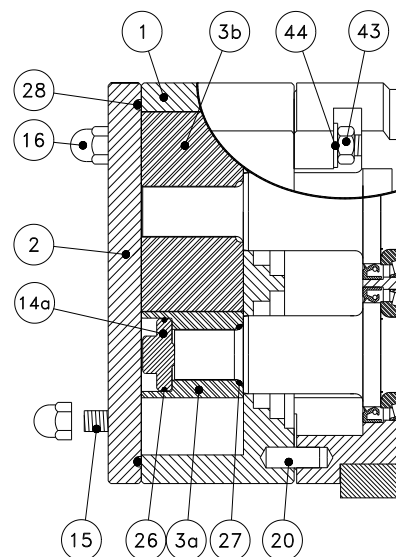

Figura 4.4.1
Afloje las **Tuercas de perno** (artículo 43 en la Figura 4.4.1). Quite la **Carcasa del rotor** tirando de los puertos o golpeando suavemente con un mazó de hule. No balancee la **Carcasa del rotor** hacia adelante y hacia atrás excesivamente. Se pueden romper los sellos. Los **Anillos retenes del cierre**, los **Pernos**, las **Caras del cierre estacionario** y las **Juntas tóricas del cierre estacionario** saldrán junto con la **Carcasa del rotor**. Desatornille los **Pernos** para quitar los **Anillos retenes del cierre**, las **Caras del cierre estacionario** y las **Juntas tóricas del cierre estacionario**. Deslice las **Caras del cierre giratorio** y las **Juntas tóricas del cierre giratorio** hacia afuera de los ejes. Para evitar daños, maneje y guarde las **Caras del cierre estacionario** y las **Caras del cierre giratorio** sueltas de manera que sus superficies de sellado empalmadas no sufran rasguños. Si no van a ser reemplazados, los **Collarines de accionamiento** pueden permanecer en los ejes, de lo contrario afloje los tornillos y deslicelos hacia afuera de los ejes. La serie UNIBLOC-PD 500 puede usar manguitos, consulte el borrador de la sección 4.4.4.1.
Quite las **Juntas tóricas de eje** (artículo 27 en la Figura 4.4.1) localizadas detrás de las estrías del eje. Use dos desarmadores largos de cabeza plana a 180° de separado para apalancar el **Manguito del eje** hacia afuera de la **Carcasa del rotor**. Use la navaja o el desarmador de cabeza plana afilado para quitar la **Cara del cierre giratorio** del **Manguito del eje**. Quite la **Cara del cierre giratorio** del **Anillo retén del cierre** con la mano.
Coloque la **Junta tórica del cierre giratorio** en el lado escalonado de la **Cara del cierre giratorio** y lubrique. Mientras alinea las ranuras de los pasadores de la **Cara del cierre giratorio** con los pasadores del manguito del eje, oprima con la mano la **Cara del cierre giratorio** sobre el **Manguito del eje** hasta que asiente totalmente. Lubrique la **Junta tórica del manguito del eje** localizado en el diámetro interno del **Manguito del eje**. Al alinear las ranuras de los pasadores en el **Manguito del eje** con los pasadores en el eje (artículo 90 en la Figura 4.4.1), oprima con la mano el Manguito del eje (con el cierre giratorio instalado) uniformemente hasta que asiente y se pueda sentir la tensión del resorte. La tensión del resorte debe ajustarse con la instalación del rotor en el eje.
Desconecte la tubería de enjugado de las **Carcasas de enjugado**. Afloje los tornillos del **Collarín de accionamiento** con una llave Allen en los hoyos del puerto de la carcasa de enjugado. Afloje las tuercas (artículo 43 en la Figura 4.4.1). Quite la carcasa del rotor (el artículo 1 en la Figura 4.4.1) tirando de los puertos o golpeando suavemente con un mazo de hule y descansa la cavidad del rotor de manera que la cara del cierre esté orientada hacia arriba. No balancee la carcasa hacia atrás y hacia adelante excesivamente ni permita que entre contacto con las estrías del eje. Se pueden romper los sellos. El Paquete de cierre completo, con las Carcasas de enjugado acopladas, saldrán con la carcasa del rotor. Desatornille los **Pernos** para quitar las **Carcasas de enjugado**, las **Caras del cierre estacionario (secundarias)**, las **Juntas tóricas de la carcasa de enjugado** y las **Juntas tóricas del cierre estacionario (secundarias)**. Los componentes del cierre restantes no se pueden quitar en este momento. Para evitar daños, maneje y almacene las Caras del cierre sueltas para que sus superficies de sellado empalmadas no sufran rasguños. Quite las **Caras del cierre estacionario (primarias)** jalándolas hacia afuera de los orificios de sellado de la carcasa del rotor. Quite las **Caras del cierre estacionario (secundarias)** empujándolas hacia afuera de las **Carcasas de enjugado**.
Afloje las tuercas (artículo 43 en la Figura 4.4.1). Quite la carcasa del rotor (artículo 1 en la Figura 4.4.1) tirando de los puertos o golpeando suavemente con un mazo de hule. El cierre completo con todos los componentes saldrá acoplado a la carcasa del rotor. Quite los **Pernos** y los **Anillos retenes del cierre**. Jale los **Cartuchos de cierre doble O-Lip** hacia afuera de los orificios de la carcasa del rotor. Si se usa un manguito opcional, el manguito será quitado con el cartucho.
Si está usando un sistema de enjugado conforme a lo indicado en la sección 3.3, desconecte dicho sistema de las carcasas de enjugado (41). Afloje las tuercas (artículo 43 en la Figura 4.4.1). Quite la **Carcasa del rotor** tirando de los puertos o golpeando suavemente con un mazo de hule. Todas las piezas del cierre salen con la carcasa. Quite las carcasas de enjugado (41) desatornillando los pernos (32). Ahora puede quitar las juntas tóricas (40a, 40b, 40c).